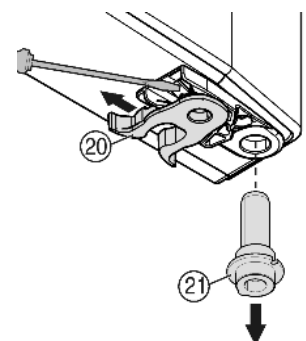

Fig. 9
- ▶ Federklemme Fig. 9 (20) umsetzen: Rastnase runterdrücken, Federklemme darüber hinweg abziehen.
- ▶ Lagerbolzen *Fig. 9 (21)* aus der Türbuchse herausziehen und zusammen mit der Scheibe auf der Gegenseite einsetzen. Die Rastnase muss zur Innenseite der Tür zeigen, die Kerbe zur Außenseite.
- ▶ Tür unten einschwenken und den Lagerbolzen *Fig. 9 (21)* in den Lagerbock einsetzen. Ggf. den Lagerbolzen drehen, so dass er einrasten kann.